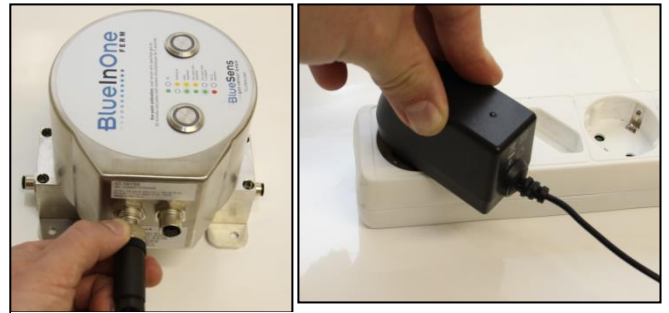

Abb.18: BlueInOne anschließen
3. Die freie M12-Buchse des Verbindungskabels wird mit dem M12-Stecker am BlueInOne verbunden (Abb. 18, Port: A) und das Netzteil in eine Steckdose gesteckt (Abb. 18).